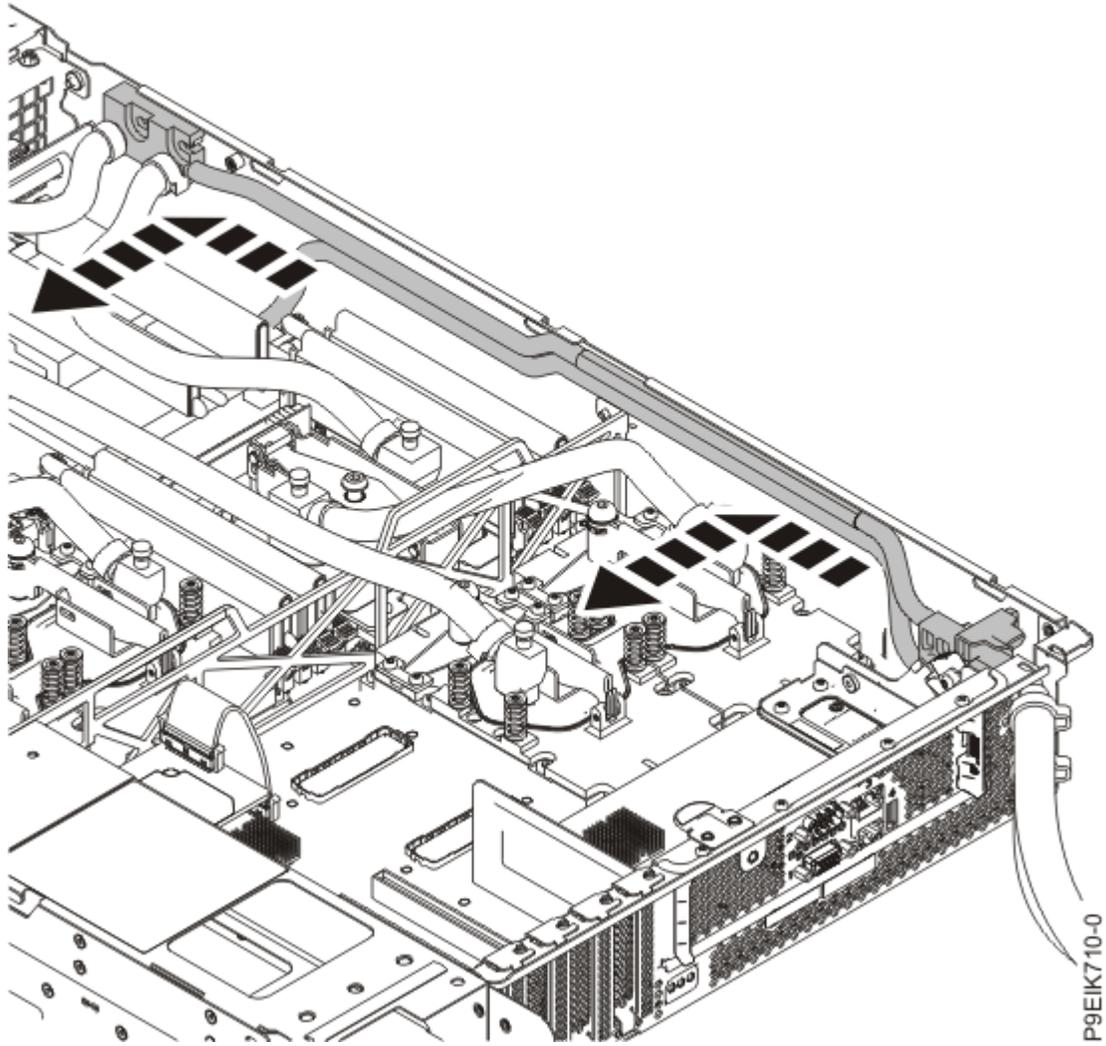

図 11. 側面パイプを緩める
8. 側面パイプを、システムの側面から前方へわずかに引き出します (15 ページの図 11 を参照)。